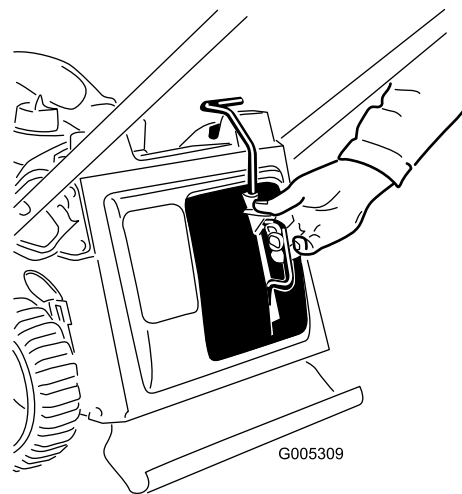

Figura 25
1. Retire el tapón de mulching (Figura 25).